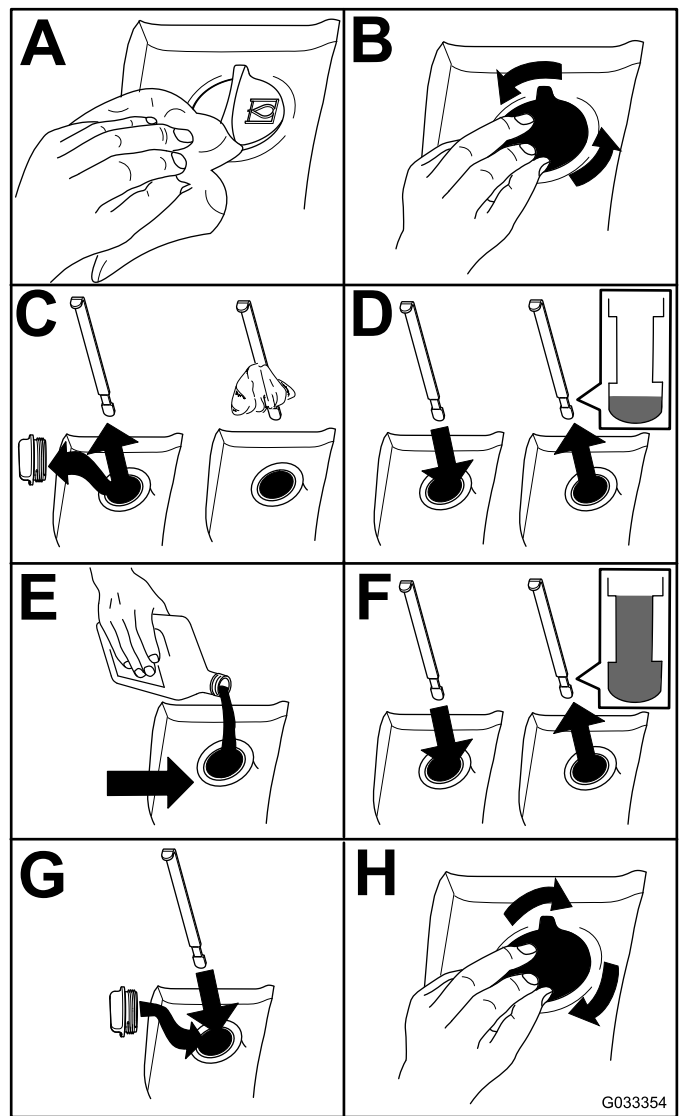

Figura 95
2. Verifique o nível de fluido hidráulico (Figura 95).